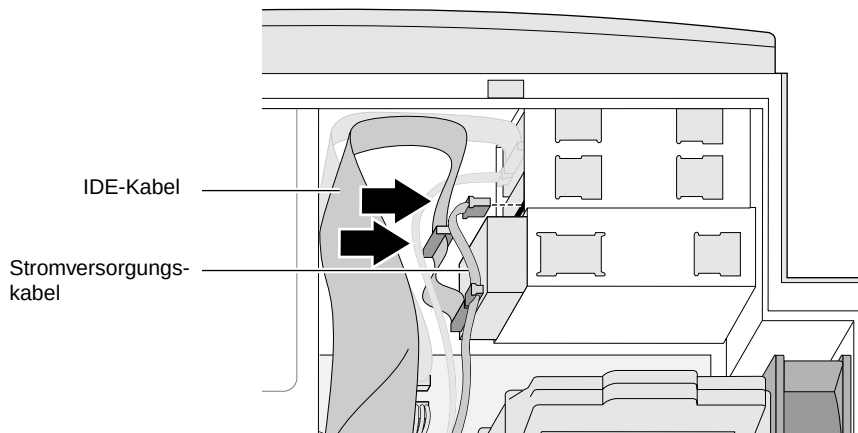

Abbildung 4-7 Anschließen von IDE- und Stromversorgungskabeln
- Wenn Sie ein zusätzliches Laufwerk in den mittleren oder den unteren Einschub installieren, befestigen Sie den Anschluß am Ende des IDE-Kabels an der Rückseite des IDE-Laufwerks. Siehe Abbildung 4-7.
- Wenn Sie zwei zusätzliche Laufwerke (im mittleren und unteren Einschub) installieren, befestigen Sie beide Anschlüsse des IDE-Kabels an der Rückseite der IDE-Laufwerke – den mittleren Anschluß am Laufwerk im mittleren Einschub und den Anschluß am Ende des Kabels am Laufwerk im unteren Einschub. Siehe Abbildung 4-7.
- Schließen Sie das Stromversorgungskabel des Netzteils am IDE-Laufwerk an. Die Anschlüsse des Stromversorgungskabels haben verschiedene Größen für unterschiedliche Laufwerkstypen und sind so geformt, daß sie nur in eine Richtung eingesteckt werden können. Siehe Abbildung 4-7.